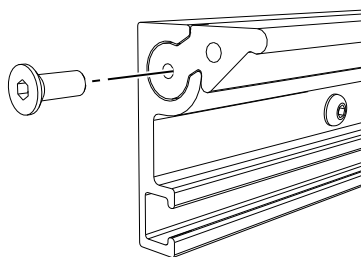

Bild 52. Lås gummilisten
9. Lås gummilisten med tillhörande skruv, se Bild 52.